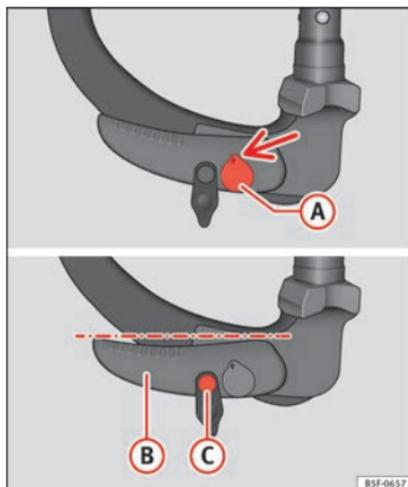

Fig. 235 Posición de reserva: posición de la palanca y el perno de desbloqueo
- La llave ① » fig. 235 se encuentra en la posición desbloqueada (la parte agujereada de la llave se muestra hacia arriba).
- La palanca ② » fig. 235 se encuentra en la posición inferior.
- Se puede mover el perno de desbloqueo ③ » fig. 235.